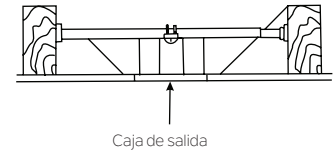

Fig. 4
**NOTA:** Dependiendo de la ubicación que haya seleccionado para la instalación, es posible que deba comprar e instalar un "Joist Hanger" para el soporte de la caja de salida. Asegúrese de que el soporte de la viga que compre haya sido diseñado para usarse con ventiladores de techo. (Fig. 4)